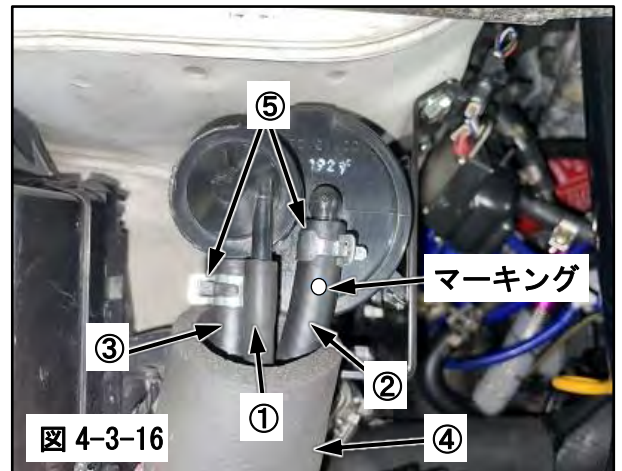

図 4-3-16
- (15) ①φ4.0 ホース、②φ6.3 ホース(800mm)、③φ6.3 ホース(600mm)の3本を④耐熱スポンジチューブに通し、ホースの接続先を間違えないように、マーキングを確認してキャニスタタンクに接続し⑤クリップで固定してください。(図 4-3-16)